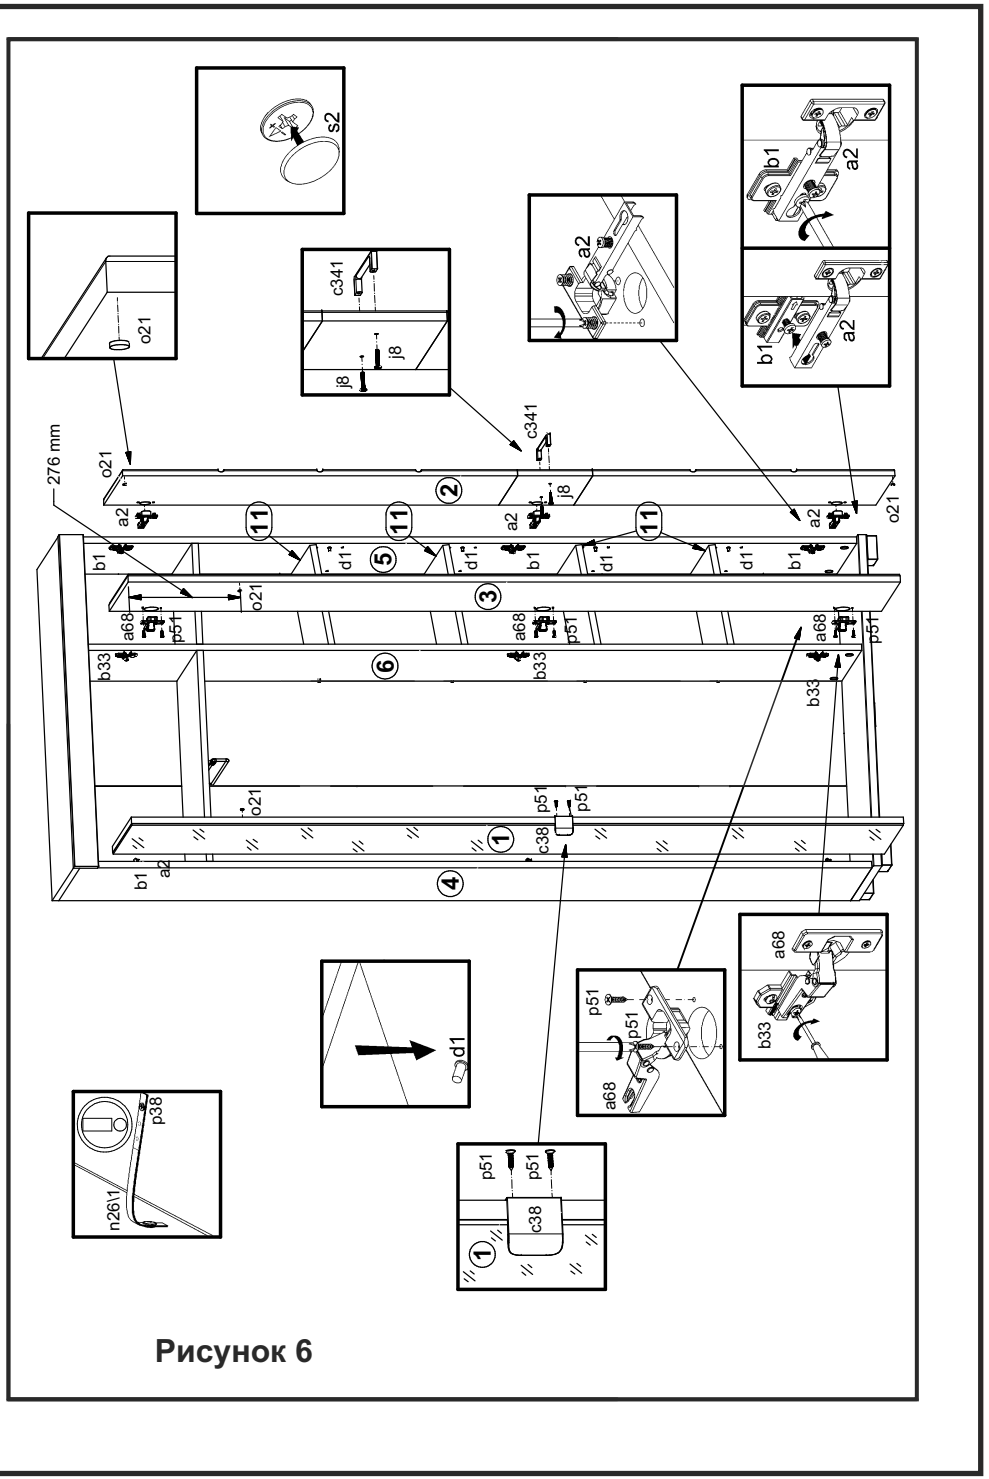

Рисунок 6
16. Положить двери **1, 2** фасадной поверхностью вниз на ровную поверхность и закрепить на них петли шарнирные **a2** (см.рис. 6).
17. Положить дверь **3** фасадной поверхностью вниз на ровную поверхность и закрепить на ней петли шарнирные **a68** шурупами **p51** (см.рис. 6).
18. Навесить двери **1, 2, 3** на корпус изделия, совместив петли шарнирные **a68** с ответными планками петель **b33**, петли шарнирные **a2** с ответными планками петель **b1**. При необходимости отрегулировать положение двери вращая регулировочные винты (см.рис. 6).
19. На внутренней поверхности щита двери **2** в отверстия $\varnothing 5$ мм вставить винты **j8**. Снаружи совместить отверстия ручки **c341** с резьбой винтов и завернуть винты **j8**, удерживая ручку (см. рис.6).
20. На внутренней поверхности щита двери **1** в отверстия $\varnothing 3$ мм (кернения) закрепить ручку **c38** шурупами **p51** (см. рис.6).
21. На внутренних поверхностях дверей **1, 2, 3** закрепить демпферы двери **o21** (см. рис.6).
22. Установить полки переставные **11** на полкодержатели **d1** (см. рис.6).